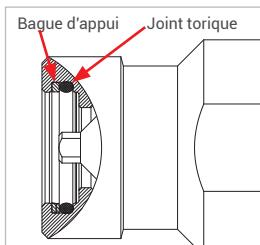

Figure 10
- ▶ Avant d'installer l'insert d'about, vérifier (pos. 7) que les deux composants d'étanchéité (joint torique et bague d'appui, *Figure 10*) respectent l'ordre de montage, sont bien positionnés et intacts. En cas de dommages ou défaut similaire, les garnitures d'étanchéité doivent être remplacées. Se reporter à cet effet au *Chapitre 8.4.1 Remplacement des composants d'étanchéité dans l'insert d'about (pos. 7)* page 23.